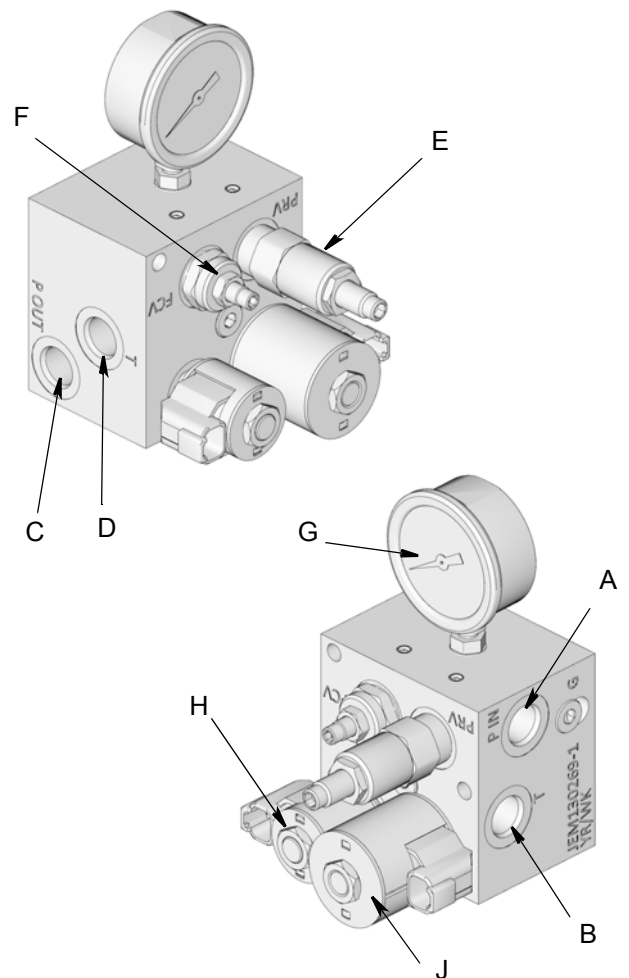
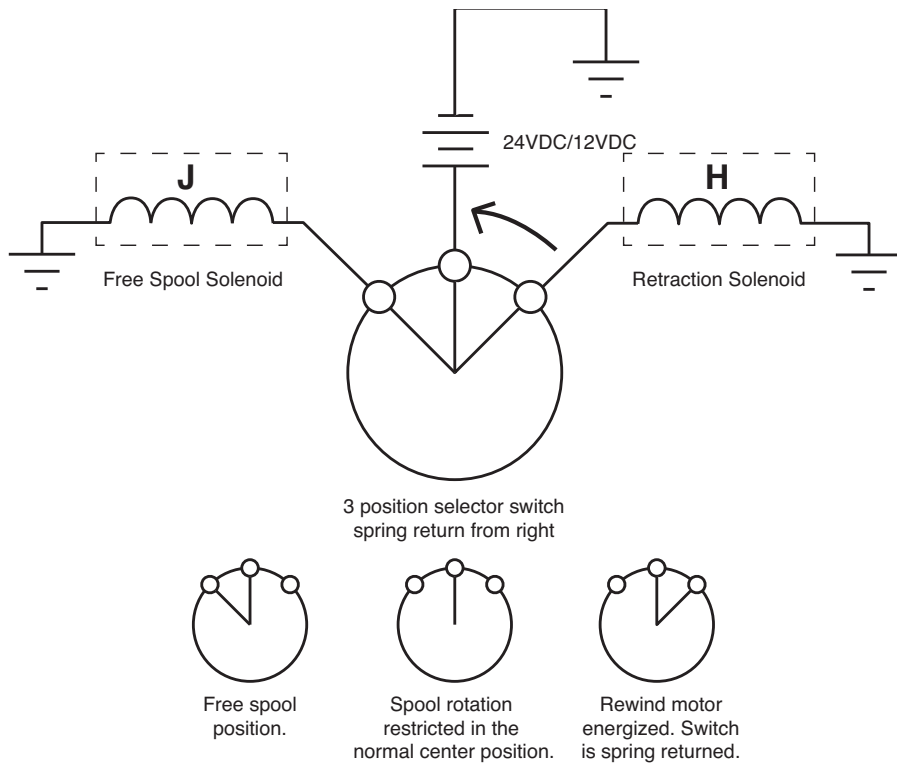
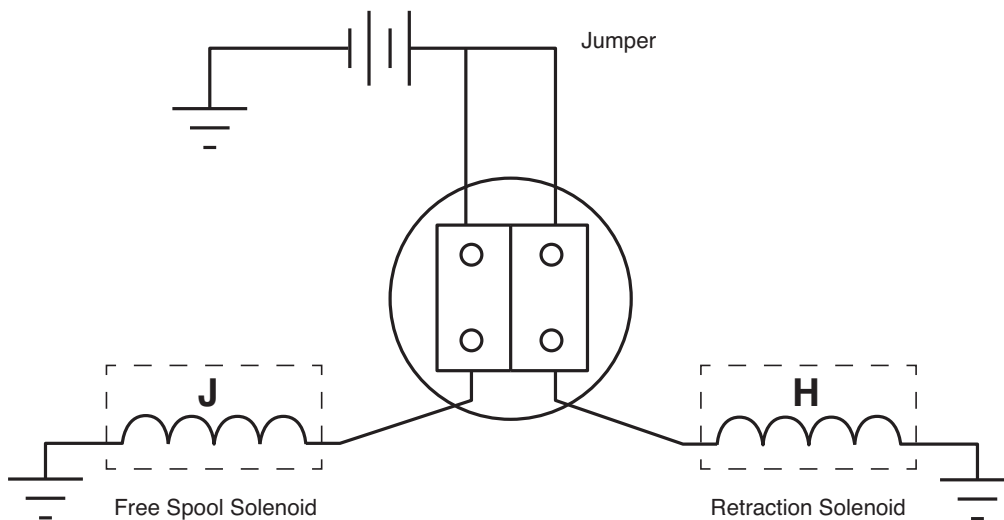

FIG. 19
FIG. 20
FIG. 21
1. Installez la commande hydraulique (réf. Graco 127224 - 12V ou 127225 - 24V. Consultez la section Kits divers, page 44) (FIG. 19).
- a. Branchez le cordon d'alimentation hydraulique dans l'entrée de la pression hydraulique (A).
- b. Branchez le flexible de retour de réservoir dans le port du réservoir (B).
- c. Branchez la sortie de la pression hydraulique (C) dans l'entrée du moteur hydraulique adéquate de l'enrouleur pour obtenir le sens de rotation souhaité.
- d. Branchez le retour de réservoir (D) au port restant du moteur de l'enrouleur.
2. Connectez le commutateur aux solénoïdes du module de commande hydraulique, tel qu'indiqué aux (FIG. 20 et FIG. 21).
- Moteurs hydrauliques - inversez l'entrée et le retour des cordons du réservoir du moteur hydraulique (FIG. 19, page 27).